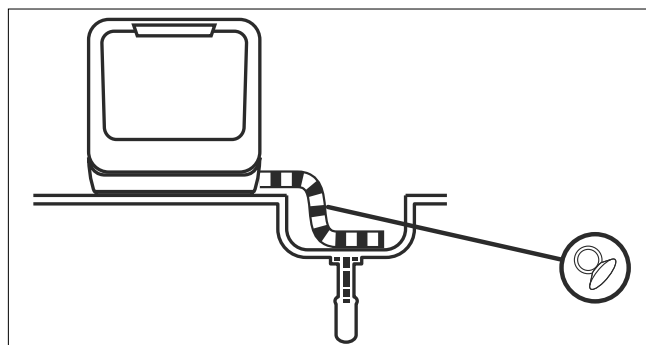
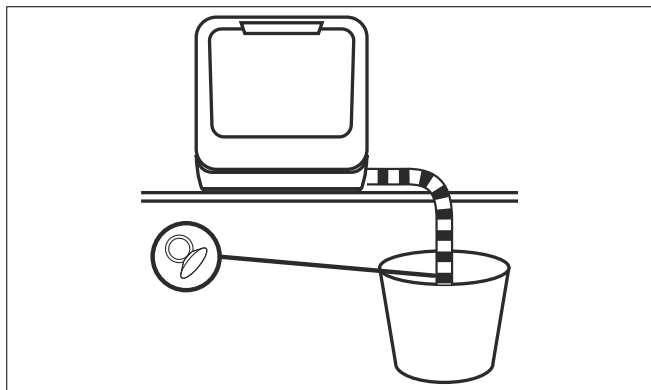

Abb. 10 – In ein Waschbecken ableiten
Abb. 11 – In einen Behälter ableiten
- ▶ Hängen Sie das Ende des Abwasserschlauchs in ein Waschbecken (siehe **Abb. 10**) oder einen ausreichend großen Behälter ein (siehe **Abb. 11**).
- ▶ Nachdem Sie Wasseranschluss und den Wasserabfluss vorgenommen haben, verbinden Sie den Netzstecker (24) mit einer Netzsteckdose.